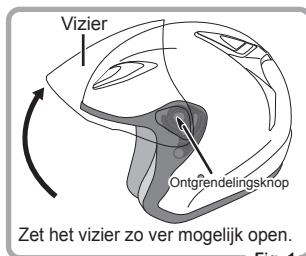

Fig. 1
- ① Zet het vizier helemaal open (Fig. 1). (Zet het zo ver mogelijk naar boven.)